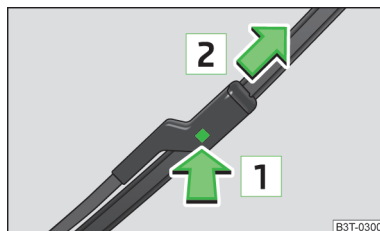

Fig. 197
- Presionar la parte superior del brazo de la escobilla y desenclavar el seguro **1** » fig. 197.